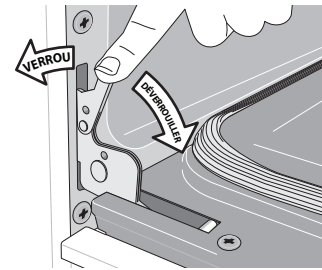

Figure 23 : Verrous des charnières de porte
2. Tirer les verrous des charnières de gauche et de droite complètement vers le bas du cadre de four, vers la porte du four (voir Figure 23). Il peut être nécessaire d'utiliser un tournevis plat.
4. Pousser les verrous de charnière vers le haut et de part et d'autre du cadre de four à la position de verrouillage (voir Figure 23).